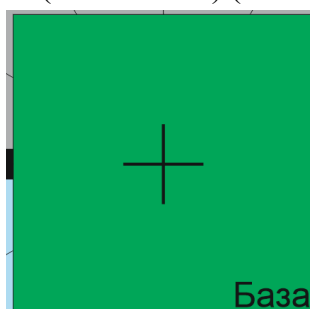

Рис. 24
5. Зона Старта – квадрат БАЗА (300*300 мм) (Рис. 24).